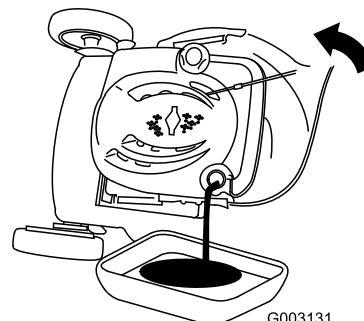

Figura 37
- Coloque la m  quina de lado con la varilla de aceite hacia abajo para drenar el aceite usado a trav  s del tubo de llenado al recipiente (Figura 37).